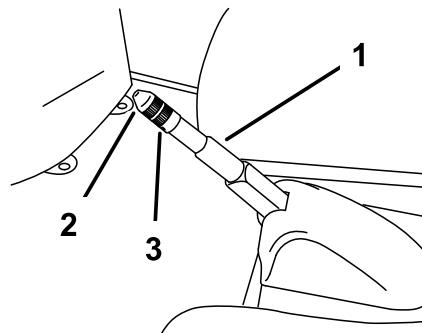

Figura 47
2. Allentate la vite a pressione che fissa la manopola alla leva del freno di stazionamento (Figura 47).